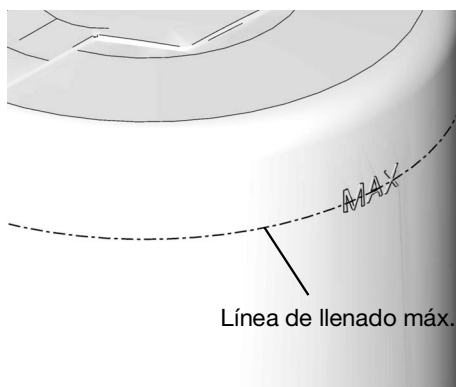

FIG. 24
- No llene en exceso (FIG. 24).
4. Cuando la grasa alcance la línea de llenado máximo (FIG. 24), retire la manguera de llenado y ponga el tapón antipolvo (26) en el racor de entrada (25).